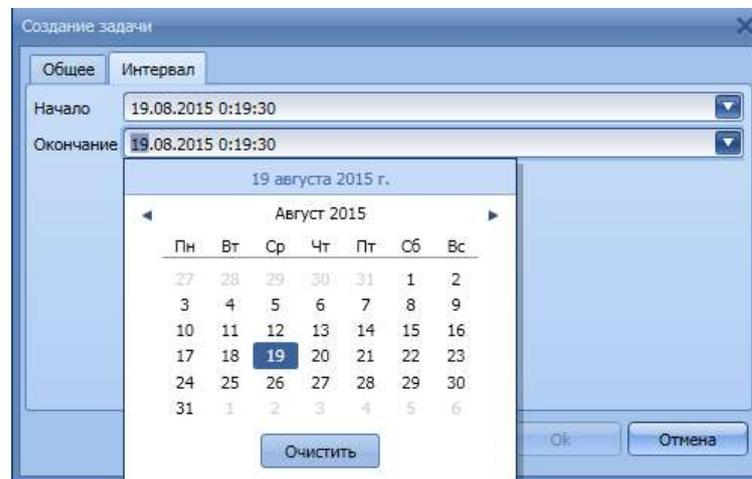

Рис. 5.50 Закладка указания временного интервала пересчёта значений
- **За указанный интервал времени** – система получает все значения параметров за указанный интервал и пересчитывает их, т.е. расчёт происходит для каждого значения за данный интервал, после пересчёта задача останавливается. При выборе этого типа **Времени старта** появляется дополнительная закладка для указания периода, Рис. 5.50;